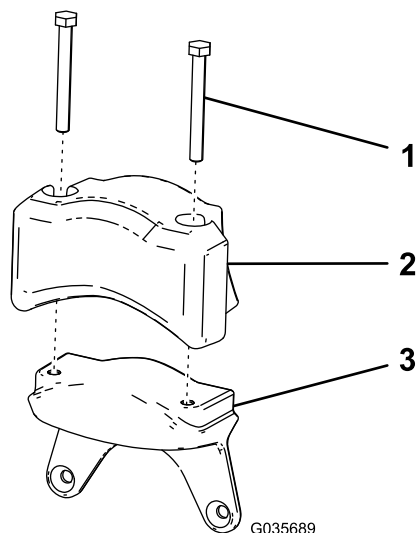

Figura 9
1. Montate il contrappeso elettrico e le 2 viti a testa cilindrica (5/16" x 2¾") che avevate rimosso nel passaggio 5 di 2 Preparazione dell'apparato di taglio \(pagina 3\) sulla nuova zavorra (Figura 9).